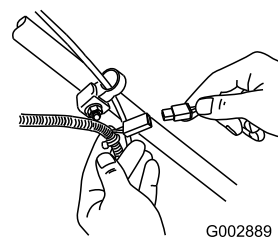

Figura 36
1. Conecte el cargador al arnés de cables del cortacésped, situado debajo de la llave de contacto (Figura 36).